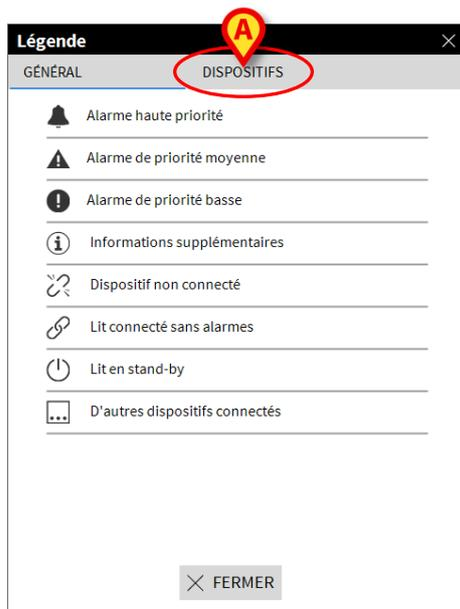

Fig 62
La fenêtre suivante est affichée (Fig 62).
La fenêtre montre une liste des icônes “Général” qui peuvent apparaître dans différents contextes. Une autre liste d’icônes, celles qui indiquent les dispositifs connectés, peut être affichée en cliquant le bouton **Dispositifs** indiqué à la Fig 62 **A**.
- Cliquez le bouton **Dispositifs** indiqué à la Fig 62 **A**